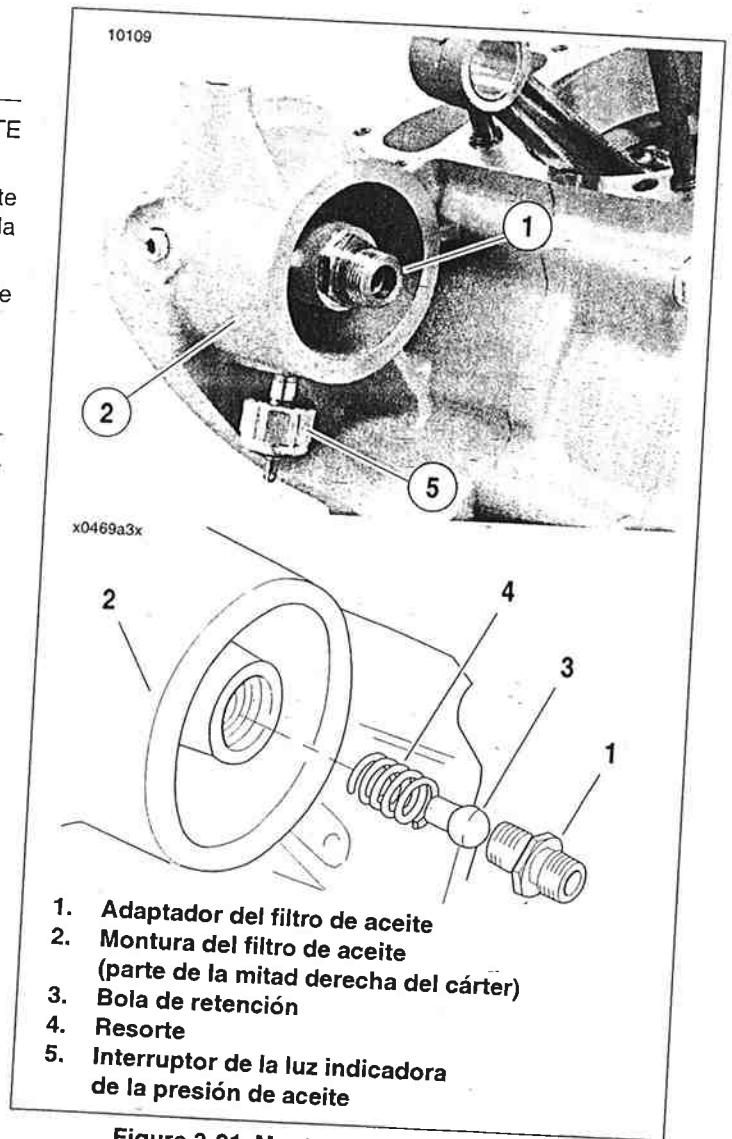

Figura 3-91. Montura del filtro de aceite
2. Vea la Figura 3-91. Quite el adaptador del filtro de aceite (1) de la montura del filtro de aceite (2). Extraiga la bola de retención (3) y el resorte (4).
3. Quite el interruptor de la luz indicadora de la presión de aceite (5).
1. Vea la Figura 3-91. Instale el interruptor de la luz indicadora de la presión del aceite (5). Apriete a 5,6-7,9 N·m (50-70 lb-pulg.).